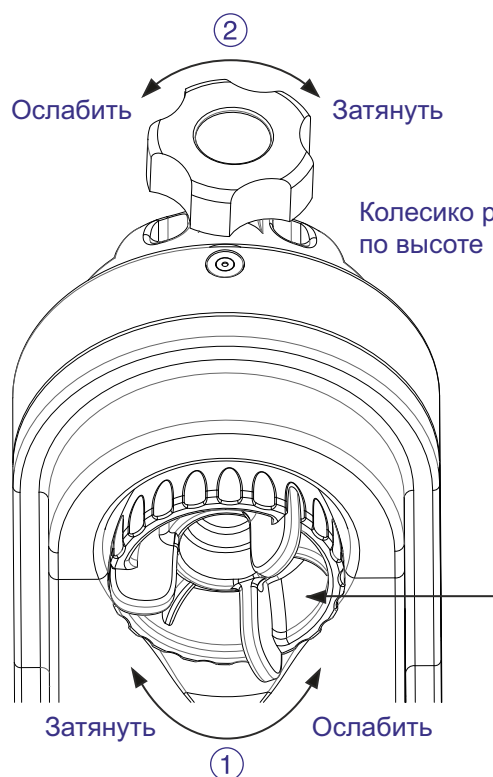

Рис. 1.3a
1. Ослабьте колесико регулировки по высоте и поверните площадку крепления так, чтобы паз для пластины «ласточкин хвост» пришел в горизонтальное положение. Затяните колесико регулировки по высоте (рис. 1.3a).